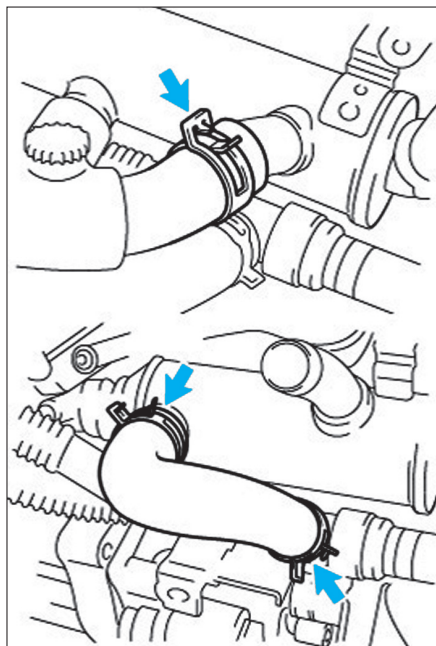

Fig. 14
- Déposer les durits du refroidisseur d'EGR (Fig.14).